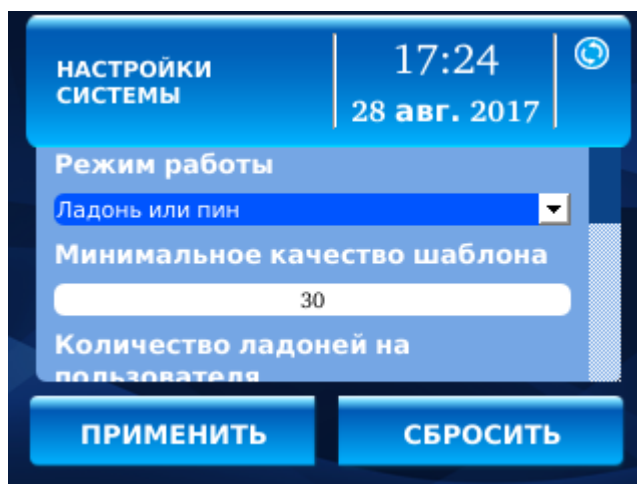

Рисунок 7. Вид меню «Настройки системы»
- **Режим работы** (рисунок 7) – параметр, определяющий, какие алгоритмы идентификации будут использоваться терминалом: